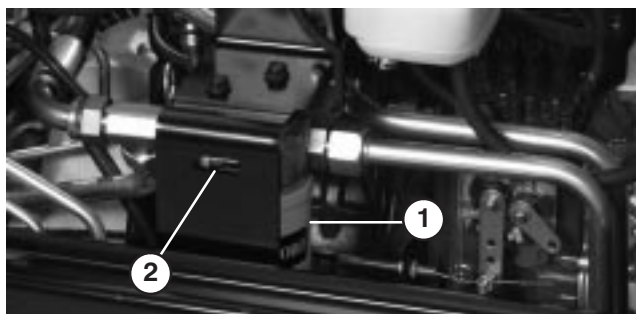

Figure 58
2. Nettoyez la zone autour de la surface de montage du filtre. Placez un bac de vidange sous le filtre et déposez le filtre (Fig. 58).